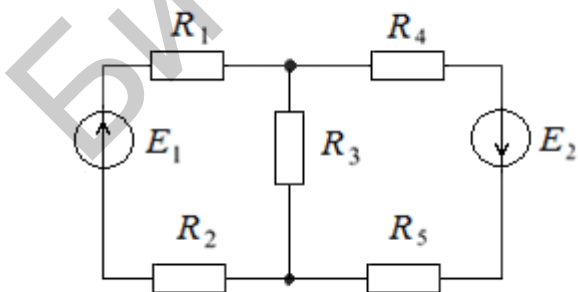

Рис. 87
20. В схеме (рис. 87) $E_1 = 20$ В; $E_2 = 1,1$ В; $R_1 = 0,2$ Ом; $R_2 = R_5 = 5$ Ом; $R_3 = 7$ Ом; $R_4 = 0,4$ Ом. Определить токи в ветвях методом уравнений Кирхгофа.